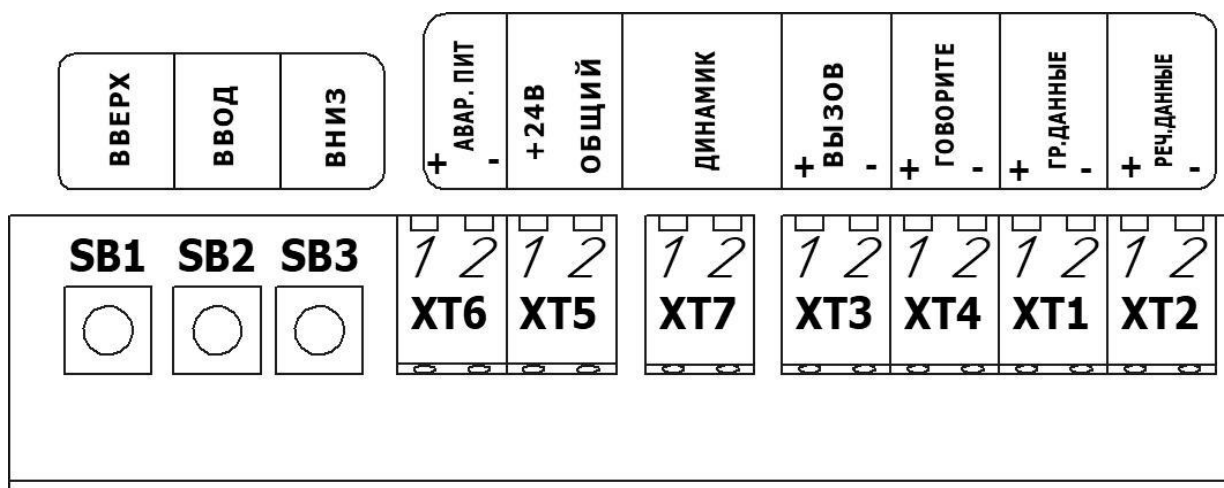

Рис.1. Расположение разъемов и органов управления
7.2 Выполнить подключение разъема ХТ1-ХТ6 устройства в соответствии с таблицей 1. Расположение разъемов показано на рис.1.